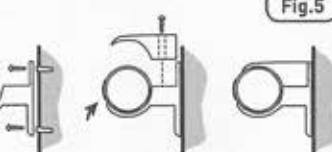

Fig.5
- Schroef de twee onderste delen van de beugels op een geschikte plaats aan de muur [Fig. 5].